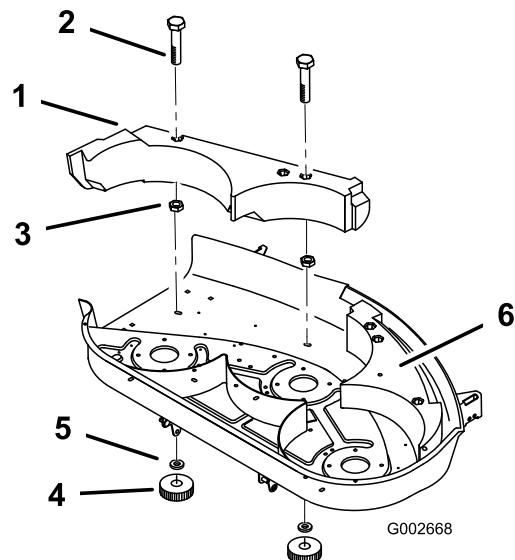

Bild 18
2. Entfernen Sie die Handräder und Wellenscheiben vom rechten Ablenkblech (Bild 18).
4. Montieren Sie das rechte Ablenkblech am Mähwerk mit den Handräder und den Wellenscheiben (Bild 18), die Sie in Schritt 2 abgenommen haben.